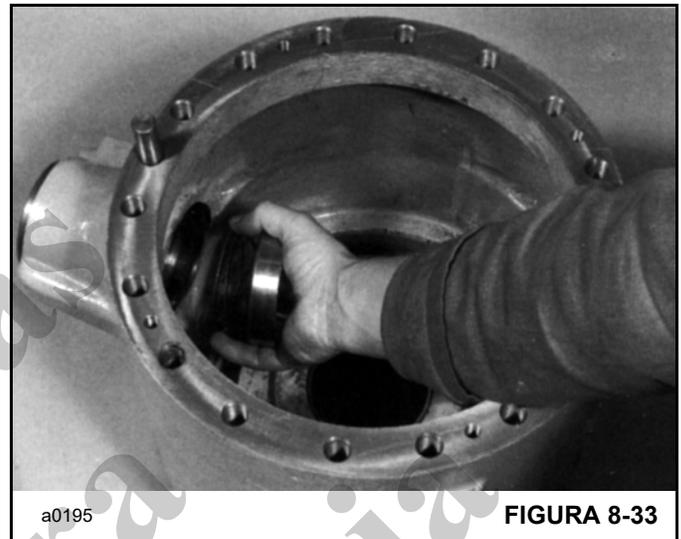

FIGURA 8-33
3. Instale a capa do rolamento do pinhão, Figura 8-33, junto com calços da espessura necessária, para obter a profundidade correta do pinhão (consulte Profundidade do pinhão na página 8-15). Para verificar se a capa está instalada corretamente, utilize um conjunto extrator adequado. Não utilize um martelo. Instale a capa do rolamento externo.